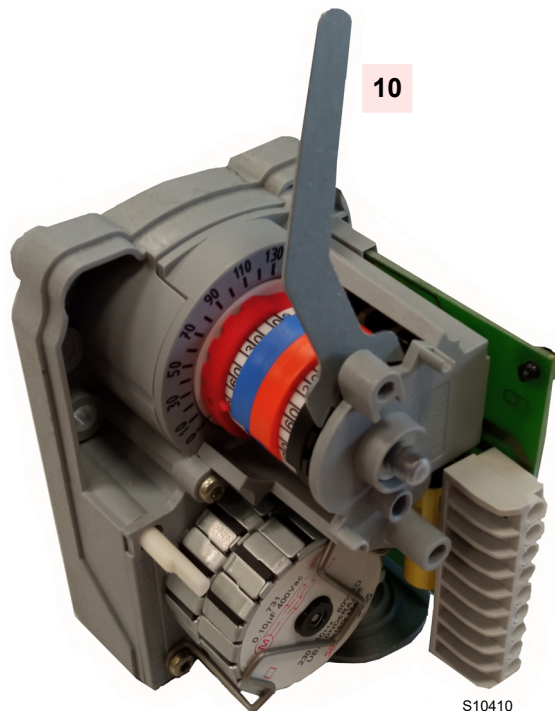

Fig. 36
- Pour l'éventuel réglage de la came IV, utiliser la clé prévue à cet effet 10)(Fig. 36) présente à l'intérieur du servomoteur.
- 10 Clé pour le réglage de la came IV (Fig. 36)